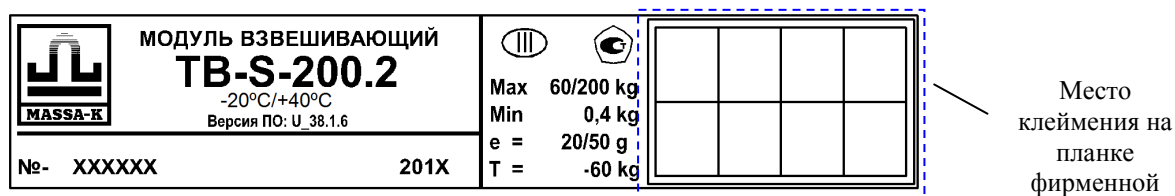
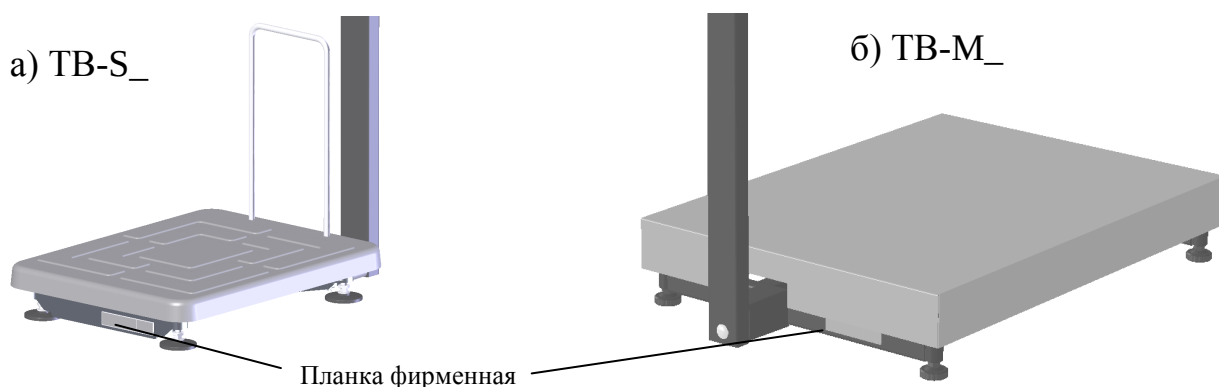

Рис. 15.1 - Планка фирменная
Рис. 15.2 - Местоположение планки
- нанести на планку весов (Рис. 15.1, Рис. 15.2) оттиск поверительного клейма.